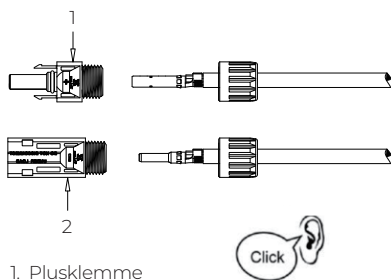

Abbildung 3-5-3
**Schritt 4:** Die gecrimpten Plus- und Minuskabel werden durch die Kontermuttern geführt und in die jeweiligen Kunststoffgehäuse eingeführt, bis ein Klicken zu hören ist, das anzeigt, dass das Innenteil eingerastet ist. Ziehen Sie die Kontermuttern fest (siehe Abbildung 3-5-3/4).